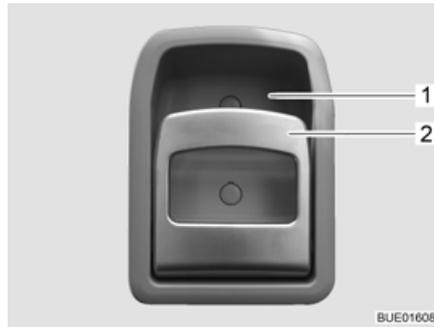

Bild 63 Türschloss Eingangstür, innen
- Öffnen:** ■ Am Griff (Bild 63,2) ziehen. Das Türschloss wird entriegelt bzw. geöffnet.
- Verriegeln:** ■ Griff (Bild 63,2) oben in Richtung Griffschale (Bild 63,1) drücken. Das Türschloss wird verriegelt.